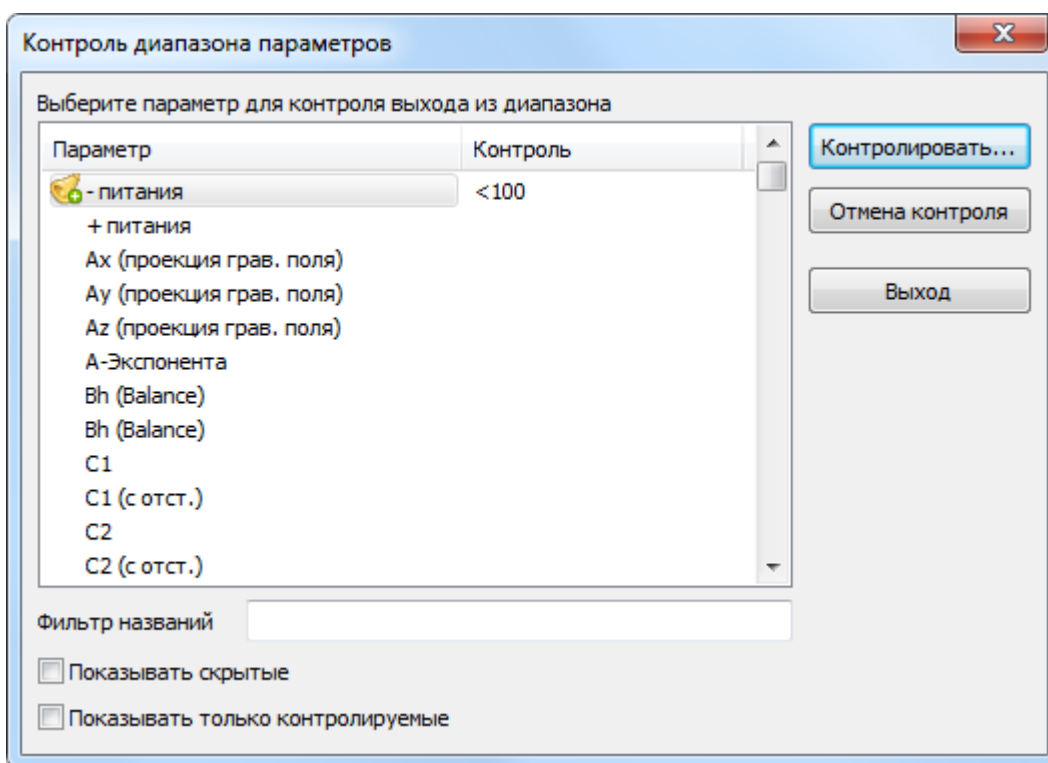

Рисунок 265. Контроль параметров
- Выберите параметр в диалоге "Контроль диапазона параметров" (Рис. 265) и нажмите кнопку **Отмена контроля**.